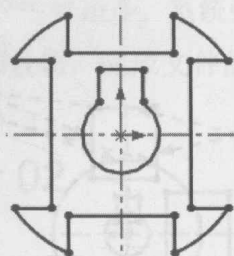

图 1.2.11 修剪草图 3
Step10. 修剪草图 3。参照 Step4 的方法修剪草图，如图 1.2.11 所示。